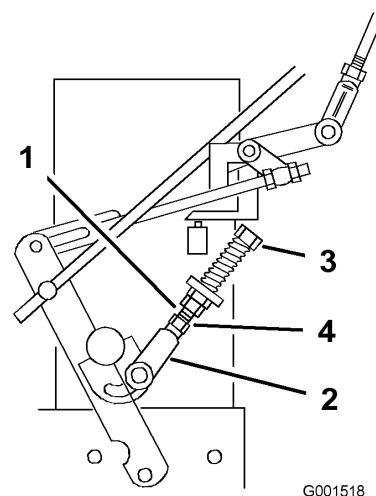

Figura 36
9. Si la rueda gira con la palanca de avance en punto muerto, los acoplamientos del control de punto muerto deben ser ajustados (Figura 36). Si la rueda se detiene, vaya al paso 12.
10. Afloje la tuerca de la horquilla del acoplamiento del control de punto muerto (Figura 36).
de girar con la palanca sujeta contra el muelle de punto muerto (posición de punto muerto) (Figura 36).
12. Gire el perno de ajuste 1/4 de vuelta aproximadamente en el sentido de las agujas del reloj si la rueda gira hacia atrás, o 1/4 de vuelta aproximadamente en el sentido contrario a las agujas del reloj si la rueda gira hacia adelante (Figura 36).